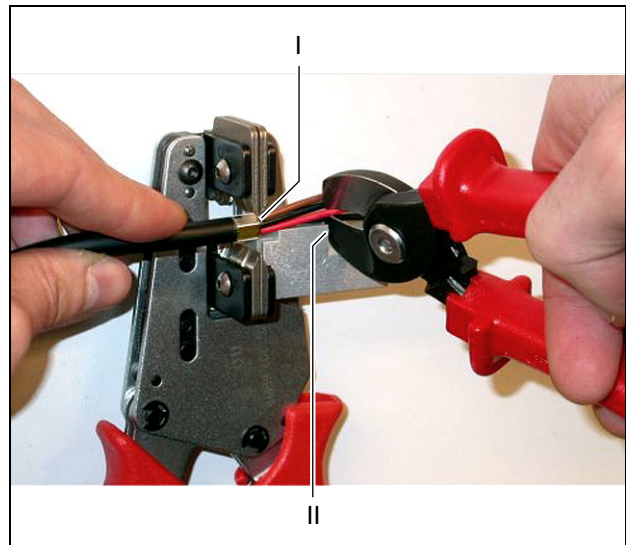

Abbildung 29.10: Kupferdrähte schneiden
- Scheiden Sie die Kupferdrähte mit dem Cutter (Werkzeug 2) und dem Abisolierwerkzeug (Werkzeug 5) auf die richtige Länge. Dazu die Crimp-Buchse in Position I setzen und die Kupferdrähte in Position II schneiden (siehe Abbildung 29.10).